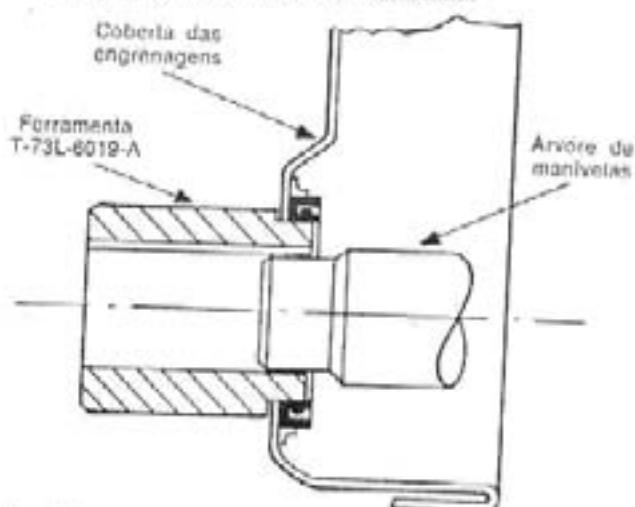

fig. 12 — centralização da coberta das engrenagens da distribuição
6. Instalar a ferramenta T73L-6019-A (fig. 12) para centralizar a coberta das engrenagens da distribuição com a árvore de manivelas.